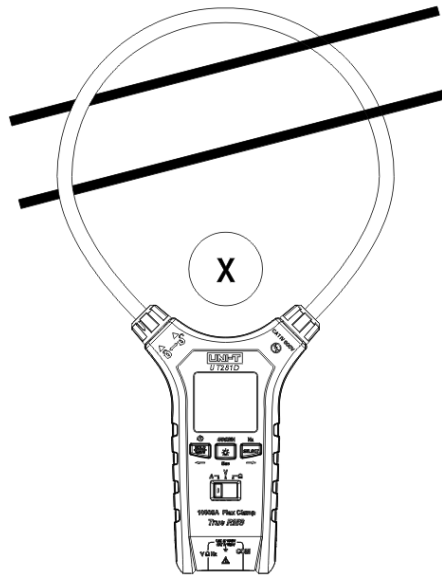

Abbildung 2.3
- 3) Das Messgerät kann jeweils nur einen stromführenden Leiter messen. Wenn zwei oder mehr stromführende Leiter gleichzeitig gemessen werden, ist das Messergebnis ungenau. (siehe Abbildung 2.3)